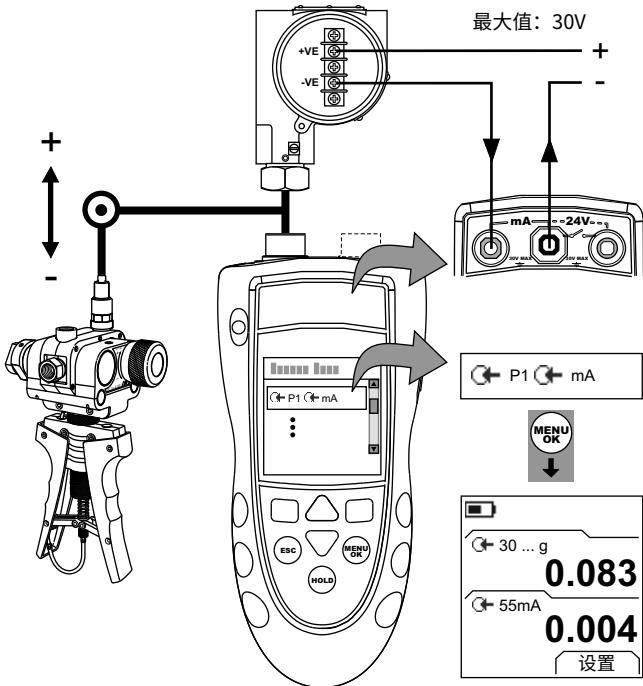

图 5：配置示例 — 带外部回路电源的变送器校准
1. 连接仪表（图 5 或图 6），如有必要，调整设定（表 1）。